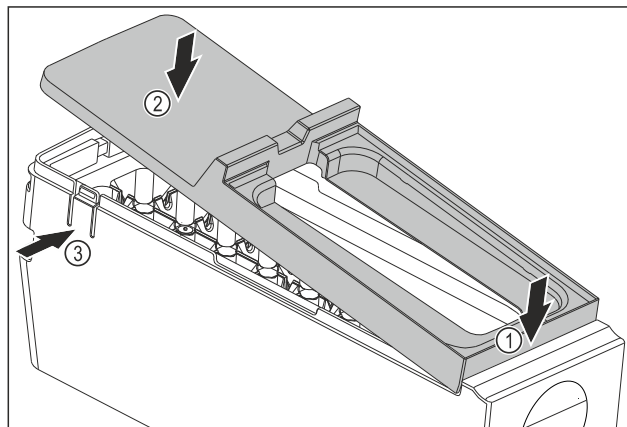

Fig. 92
- ▶ Montáž krytu korpusu EasyTwist-Ice: Kryt nasadte vpredu. Fig. 92 (1)
- ▶ Kryt spustite dozadu. Fig. 92 (2)
- ▷ Kryt počuteľne zapadne od oboch strmeňov Fig. 92 (3).